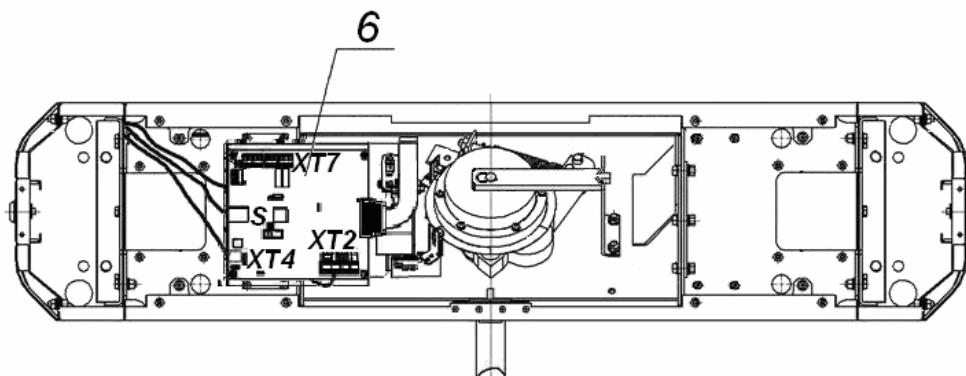
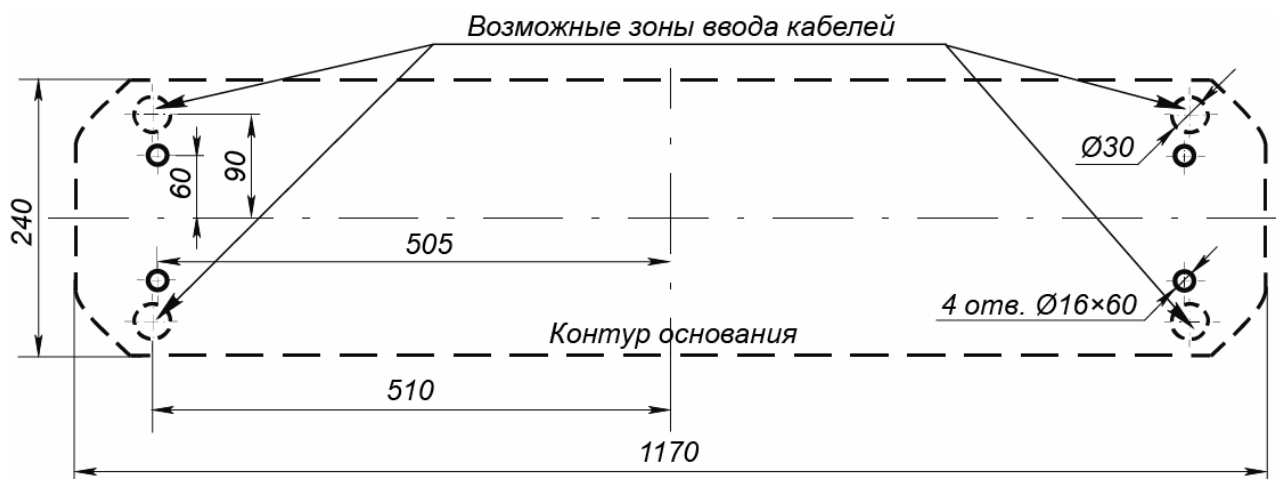

Рисунок 10. Схема прокладки кабелей в стойке ЭП:
Рисунок 11. Схема разметки для установки стойки ЭП
3. Подготовьте в полу отверстия под гильзы анкеров для крепления стойки ЭП (см. рис. 11).
4. При необходимости прокладки кабелей под поверхностью пола подготовьте в полу кабельный канал, подходящий к одной из зон подводки кабелей, указанных на рис. 11.
6. Демонтируйте боковые заглушки (10), открыв ключом замки (11).
10. Снимите крышку ЭП (3) согласно разд. 6.
11. Протяните кабели внутри стойки. Рекомендуемое расположение кабелей при прокладке внутри стойки показано на рис. 10.
15. Выполните заземление стойки ЭП в соответствии с требованиями ПУЭ («Правила устройства электроустановок»). Контакт заземления **Z3** (8, рис. 10) находится за боковой заглушкой стойки (10). Для крепления кабеля заземления на контакте используйте гайку М4.
19. После подключения всех кабелей и крепления стойки на полу установите на место крышку (3) и боковые заглушки стойки (10) в порядке, обратном снятию.
- Снимите с поворотного механизма крышку (6), отвернув винт М4×25.
- Отверните болт М8×30, установленный на преграждающей планке (5).
- Установите в рабочее положение крышку (6), закрепив ее винтом.